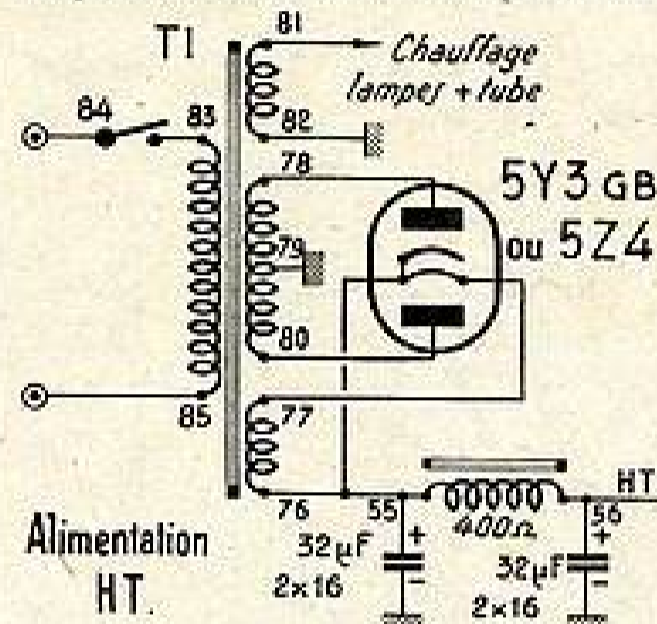

Fig. 1a.
a) Pour la première (fig. 1a), nous employons un transformateur standard pour récepteur radio. Le redressement s'effectue par valve 5Y3GB ou 5Z4 et le filtrage par une cellule en π au moyen d'une self de 400 ohms et de deux condensateurs électrochimiques de $2 \times 16 \mu F$ (les + étant réunis ensemble sur chacun d'eux).